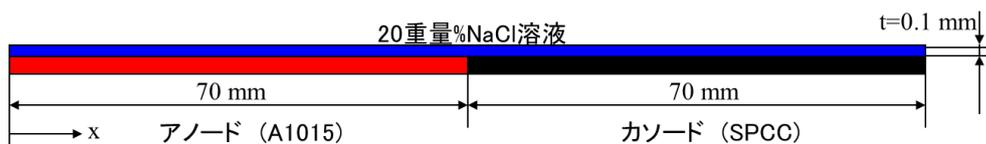

図1 ガルバニック腐食の計算モデル
- ・ 図1にガルバニック腐食の計算モデルを示します。アノードとカソードが、A1015とSPCCのガルバニック腐食をモデルとしています。アノードとカソードの長さはそれぞれ70mm、溶液(20重量%NaCl)の厚さは0.1mmで、計算では任意に変化させられます。